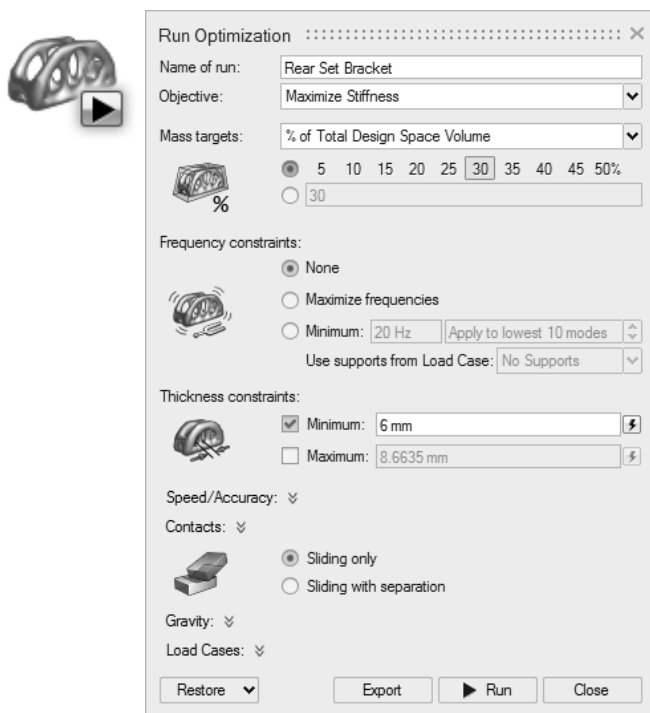

图 7-12
1) 单击优化图标中的运行优化图标 , 打开运行优化窗口，如图 7-12 所示。